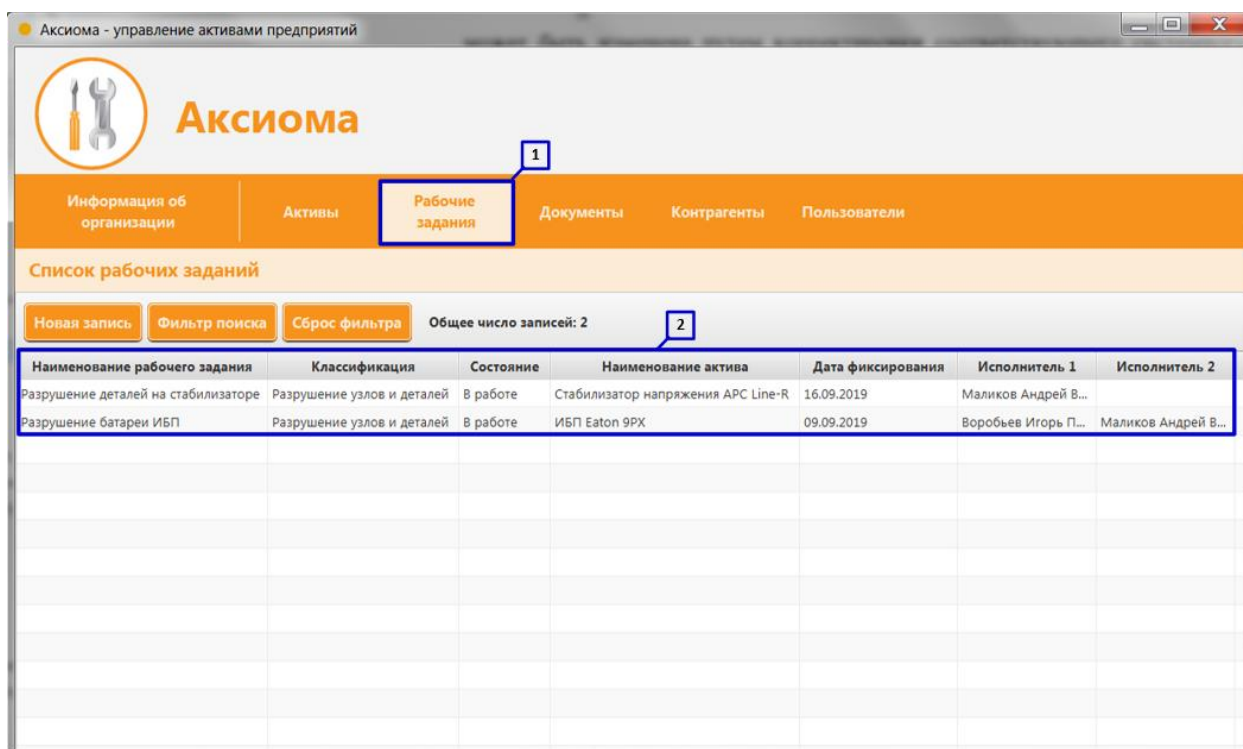

Рисунок 34. Создание рабочего задания для актива в разделе Главного меню «Рабочие задания»
- В разделе Главного меню – «Рабочие задания» (Рисунок 34 пункт 1). В данном случае раздел «Рабочие задания» будет содержать все когда-либо созданные рабочие задания на активы (Рисунок 34 пункт 2).